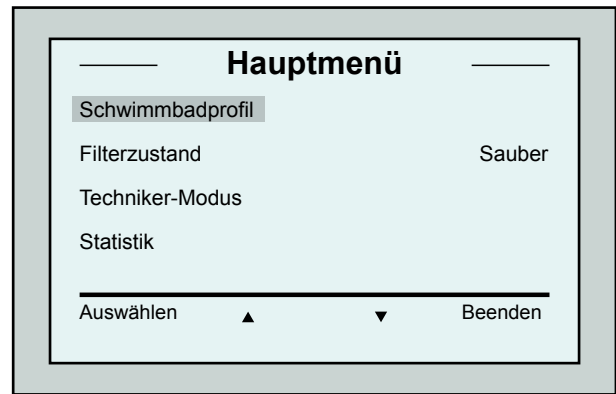

Abbildung 6: Hauptmenü - Bildschirm
Der Dolphin Wave ist in der Lage, mit 4 verschiedenen Schwimmbad-Konfigurationen zu arbeiten. Nach Einstellung dieser Konfigurationen werden sie im Speicher der MMI-Bedienkonsole gespeichert. Der Roboter wird in der Fabrik mit speziellen Standard-Schwimmbadeinstellungen versehen, die Sie ändern können. Wir verweisen Sie auf den ersten *Hauptmenü-Bildschirm*, Abbildung 6 und Kundenspezifische Einstellungen, Seite 7.
2. Drücken Sie auf die Taste **Menü**, um zum *Hauptmenü* zu gelangen (Abbildung 6).